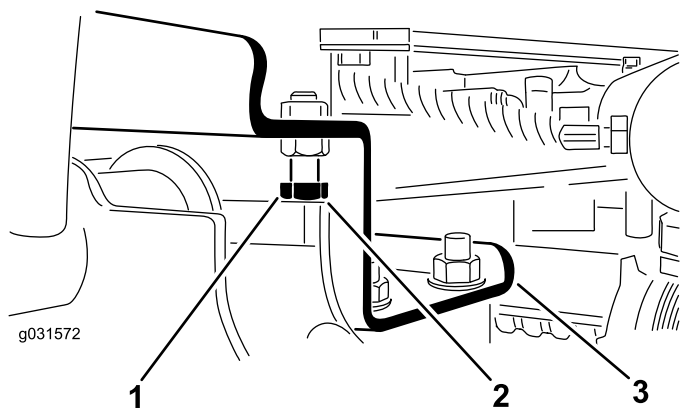

Figure 11
- A. Desserrez les boulons d'arrêt (Figure 11).
2. Vérifiez que l'écartement entre chaque bras de levage et le boulon d'arrêt est compris entre 0,13 et 1,02 mm, comme montré à la Figure 11.